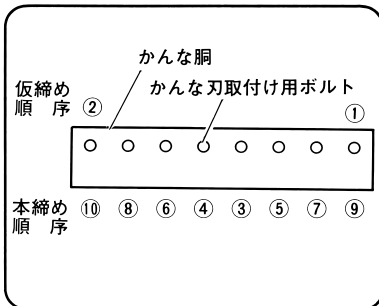

図 43
○ かなな刃が飛び出さない程度に①, ②の順に仮締めをします。(図 43)
○ ③~⑩(中央から両端)の順に本締めをします。最初は力を加減して③~⑩の順に繰り返し締め最後にきつく締めます。(図 43)